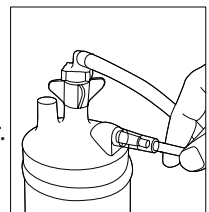

Abbildung 2
6. Bringen Sie den Kanülenschlauch am Ausgang der Befeuchterflasche an (siehe Abbildung 2).